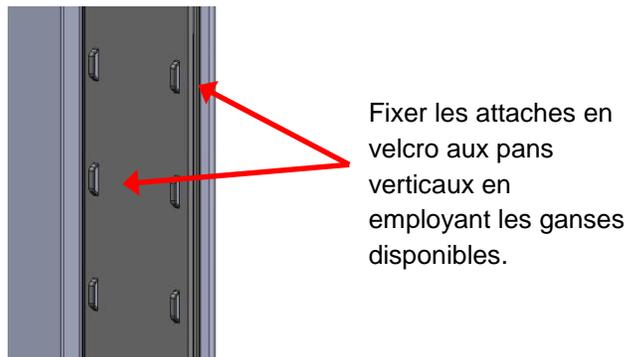

Figure 20
2. L'utilisation d'attaches velcro, fixez les troncs sur le bâti à intervalles réguliers (figure 20)